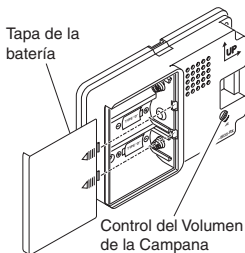
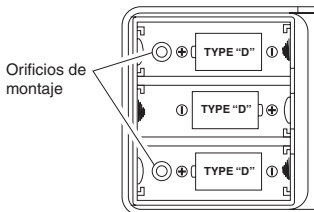

Figura 3
Figura 4
3. **Coloque las 3 pilas alcalinas "D".** Presione sobre las flechas impresas y deslice la tapa de la batería para retirarla (vea la Figura 3). Asegúrese de que estén correctamente colocadas (vea la Figura 4).
**5. Ajuste del control del volumen.** Regule el control de volumen al nivel deseado (vea la Figura 3).
- Coloque las baterías retiradas anteriormente. Asegúrese de que estén correctamente colocadas (vea la Figura 4).